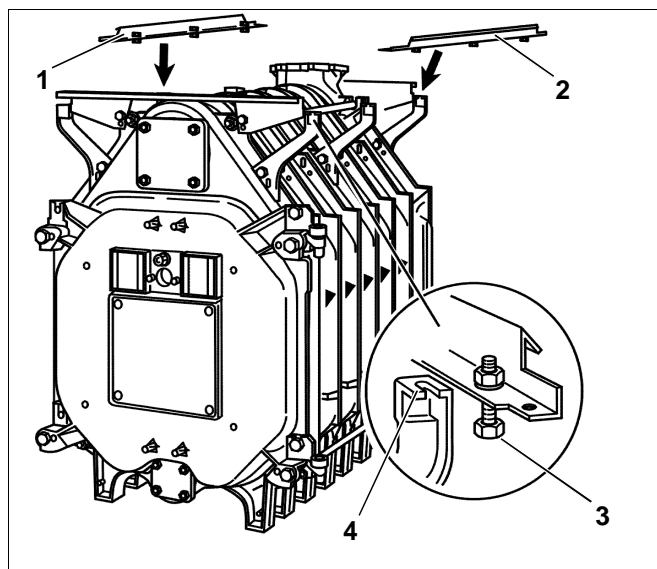

Fig. 37 Montaggio dei longheroni
- Mettere i longheroni (fig. 37, **pos. 1 e 2**) su entrambe le mensole all'elemento posteriore ed anteriore.
- Spingere i longheroni, con premontate le viti (fig. 37, **pos. 3**) negli intagli delle mensole (fig. 37, **pos. 4**) ed avvitarveli.